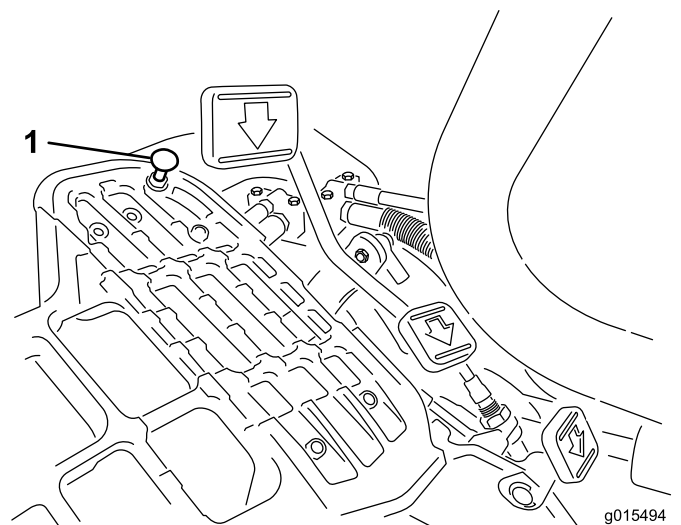

Figura 49
Para obtener la velocidad máxima de transporte, ponga la palanca de control funcional en la posición de transporte y pise el pedal de tracción. Si el pedal toca el tope (Figura 49) antes de que se note tensión en el cable, es necesario hacer un ajuste:
1. Ponga la palanca de control funcional en la posición de transporte y afloje la contratuerca que fija el tope del pedal a la chapa del suelo (Figura 49).